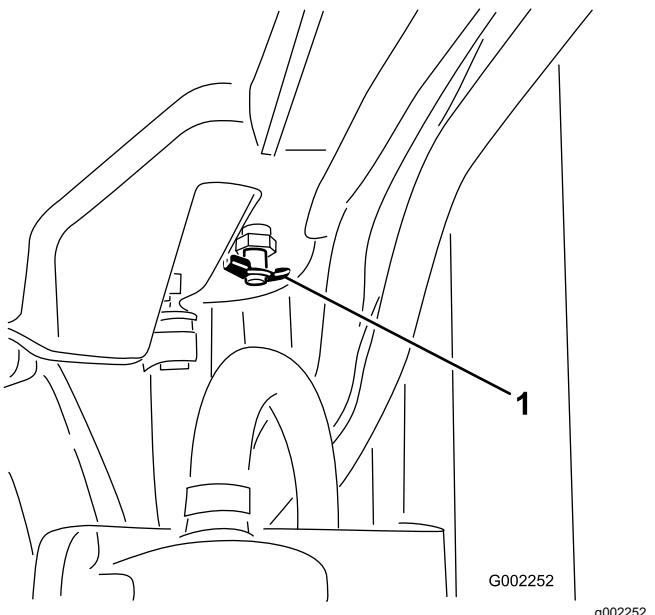

Figure 92
- Ouvrez le robinet de vidange et vidangez le liquide de refroidissement dans le bac (Figure 92).
5. Fermez le robinet de vidange (Figure 92).